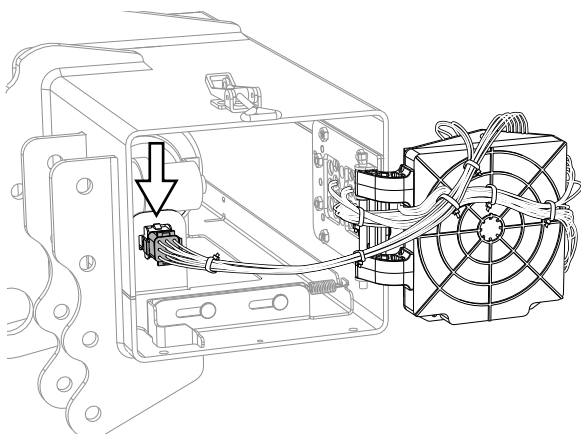

Abbildung 73. Anschlussstecker
3. Die Verkabelung von der Steuerplatine zum Hydraulikaggregat am Stecker des Hydraulikaggregats lösen, siehe Abbildung 73.